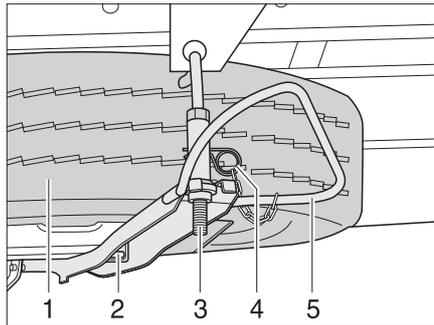

Bild 286 Ersatzrad-Halterung (Iveco)
- Splint (Bild 286,4) herausziehen.
- Bügel (Bild 286,5) gegen das Ersatzrad drücken und den Halter (Bild 286,3) aushängen.
- Mutter (Bild 286,2) lösen und Ersatzrad (Bild 286,1) entnehmen.